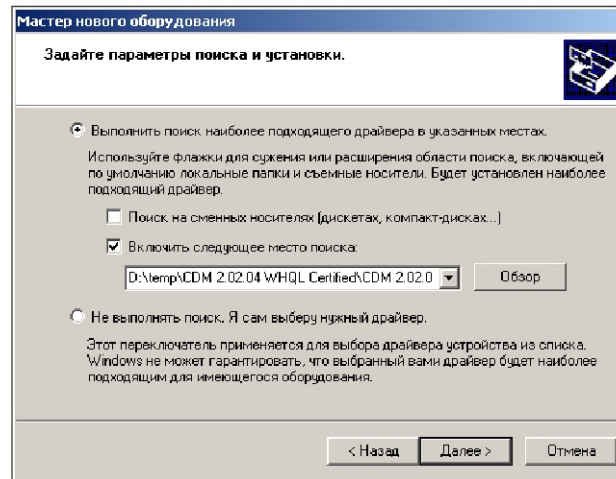

Рис. 3.5
- ♦ При инсталляции драйвера необходимо указывать его местоположение (папку, куда Вы скачали файл с драйверами с вебсайта WWW.ORIONSPB.RU или WWW.FTDICHP.COM). Выберите “Выполнить поиск подходящего драйвера в указанных местах”. Введите в строке путь к файлу, рис. 3.5 или, нажав на кнопку “Обзор”, выберите и укажите папку, в которой находятся драйвера. Нажмите кнопку “Далее” для продолжения.